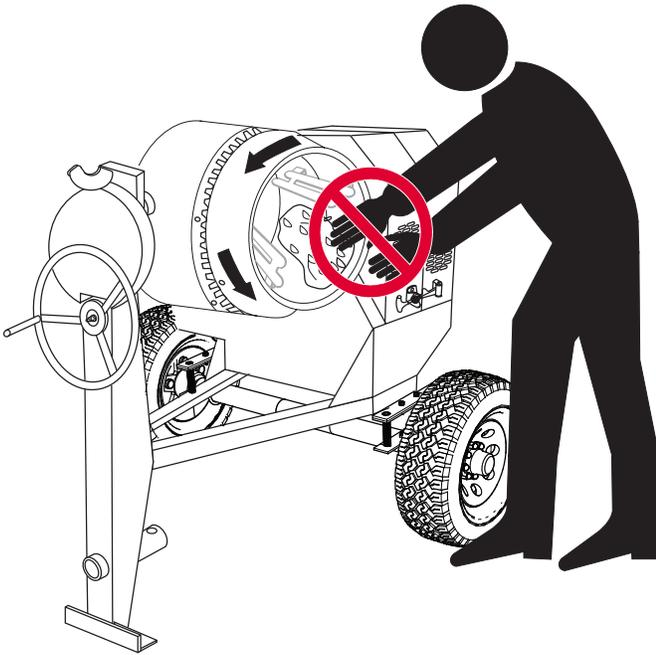

Figura 16. Llenado del tambor de mezcla
3. Al colocar la pala completamente dentro del tambor (Figura 16) se hará que la pala golpee las hojas. Esta condición producirá el giro de la pala, y podría causar lesiones al personal. No introduzca **NUNCA** las manos en el tambor de mezcla mientras está girando.